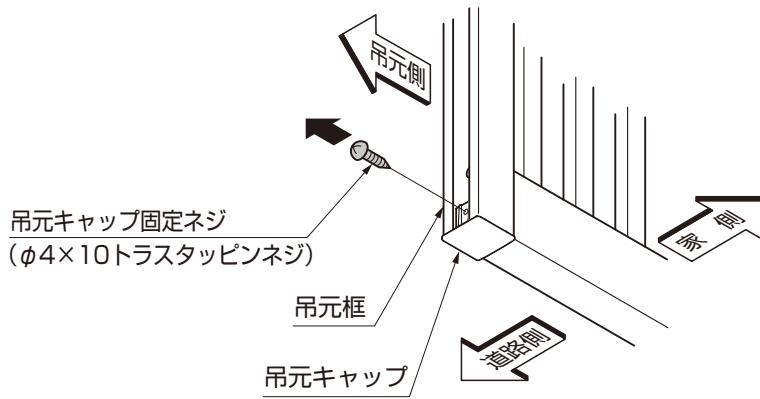

図2-1
- ①「吊元キャップ固定ネジ」を吊元キャップから取外してください。(図2-1参照)